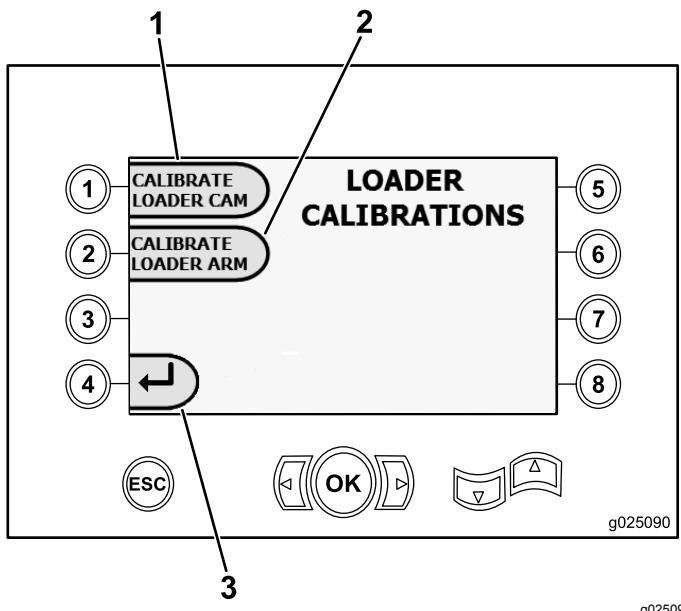

Figura 17
- Pulse el botón 1 para calibrar la leva del cargador (Figura 17)
- Pulse el botón 2 para calibrar el brazo de carga (Figura 17)